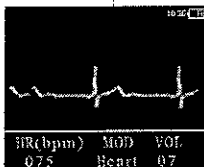

Imagen 5-1 Interfaz del monitor de ECG
(1) Procurar que el paciente se encuentre relajado.
(2) Cubrir con pasta conductiva médica la superficie de los tres electrodos en forma pareja.
(3) Mantener presionado "⏻" para encender el dispositivo, e ingresar a la interfaz del monitor de ECG (no conectar el sensor del oxímetro al dispositivo). Ver imagen 5-1.
(4) Sostener el dispositivo y colocar en el pecho del paciente. Los tres electrodos deben pegarse a la piel sobre el corazón. Puede visualizar el ECG en tiempo real. (El usuario puede ajustar la escala de ondas de acuerdo con la configuración del sistema, ver capítulo 5.2.)
(5) Al monitorizar, presionar y soltar "⏻" para detener la onda. Luego de que los usuarios observan la onda con atención, presionar y soltar "⏻" nuevamente para continuar con la monitorización luego de la observación.
(6) Mantener presionado "⏻" para apagar el dispositivo luego de la medición.